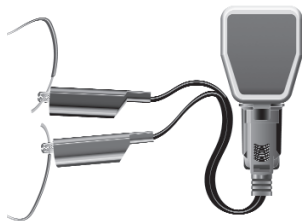

Figure 4
2. Raccordez les fils haute tension à la borne ou au conducteur en faisant preuve d'une prudence extrême (Figure 4).